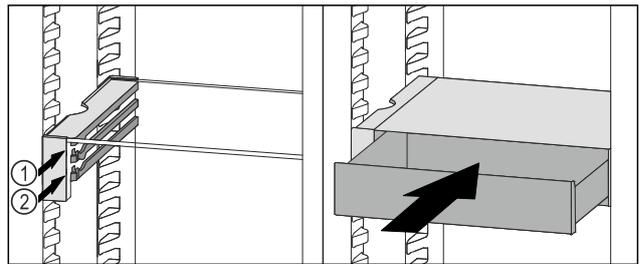

Fig. 91
- ▶ Zásuvku VarioSafe nasadte za zarážkami na požadovanom rebre Fig. 91 (1) alebo Fig. 91 (2).